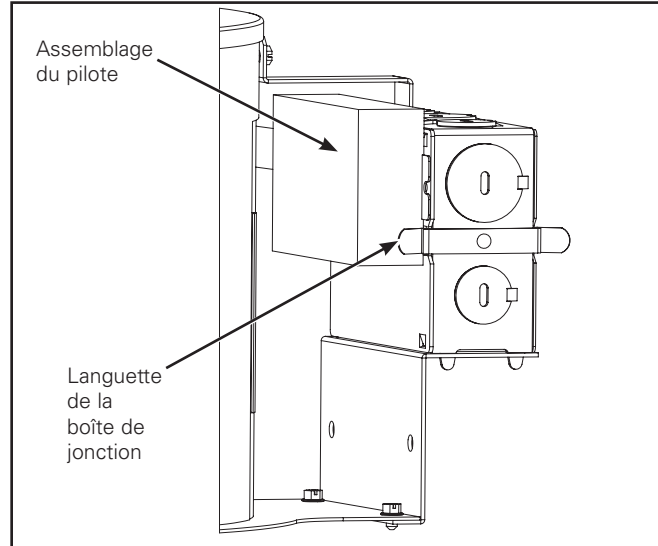

Figure 15.
2. Appuyez sur la languette de la boîte de jonction pour retirer l'assemblage du pilote (Figure 15).